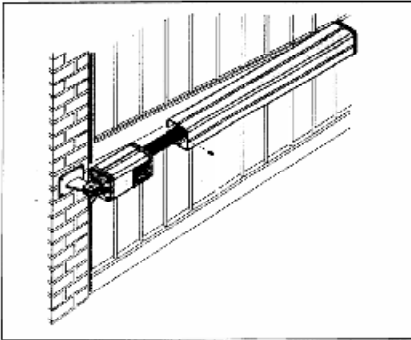

Рис. 8 Установка
- Установите кожух на шток привода см. рис. 8, используя для его крепления винты из комплекта